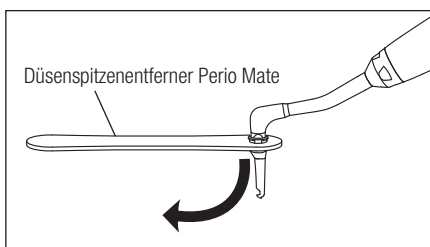

Abb. 7
5) Nehmen Sie die Düsen Spitze nach der Behandlung mit dem Düsen Spitzenentferner vom Handstück des Perio Mate ab und entsorgen Sie sie. (Abb. 7)